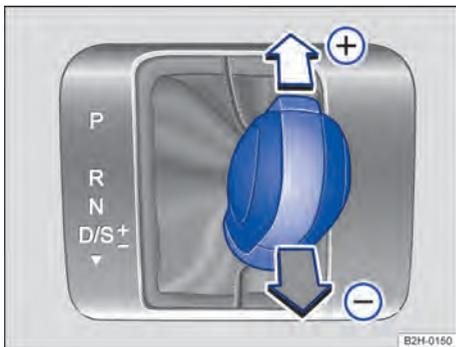

Fig. 94 Alavanca seletora na posição Tiptronic (veículos com direção à esquerda). Veículos com direção à direita são espelhados.
2. Mover a alavanca seletora para frente (+) ou para trás (-) para aumentar ou diminuir a marcha → Fig. 94.